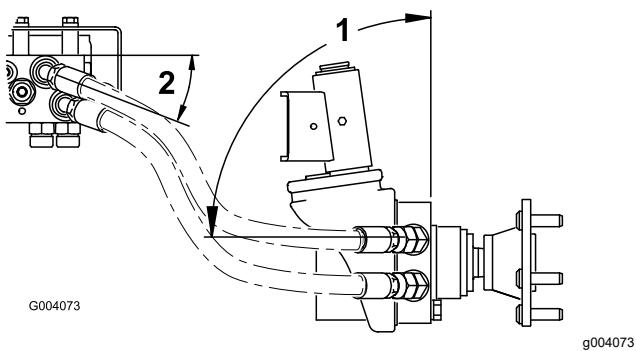

図 8
- 右側のホイールモータにも同じ作業を行う。図 8 に示すようにホースが配置できたら全部のホース側フィットティングを本締めする。